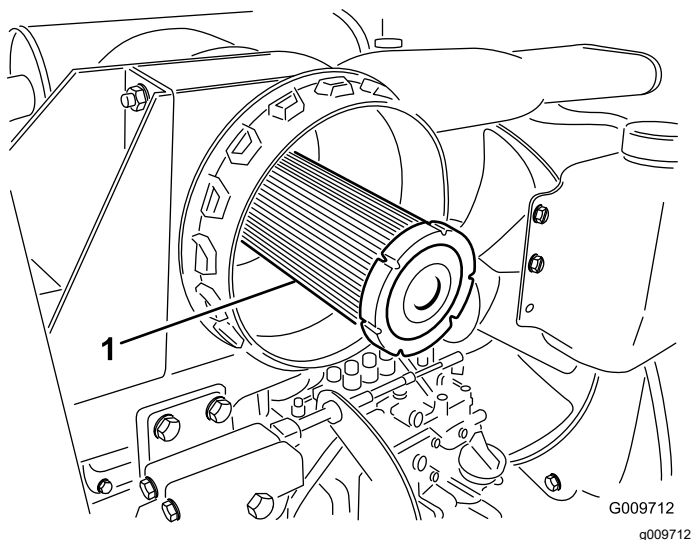

**Figura 57**
1. Sostituite il filtro dell'aria (Figura 57).